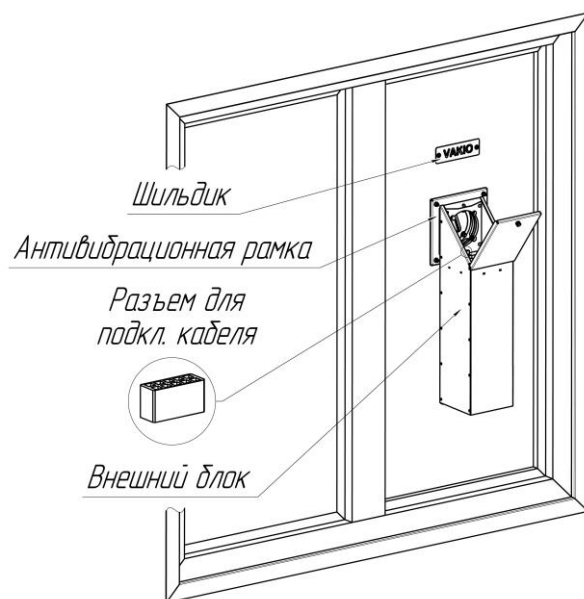

Рис. 17
6. Закрепите с обратной стороны панели декоративный шильдик и внешний блок, с установленной антивибрационной рамкой. Притяните винтами внешний блок к монтажной пластине шумоглушителя, см. Рис. 17.